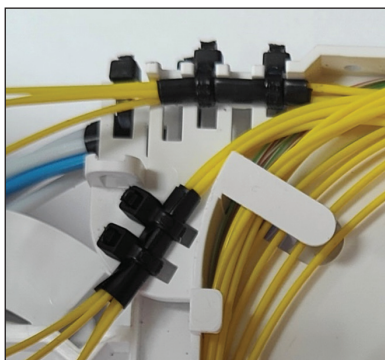

Рисунок 22
11.14 Обмотать каждый пучок абонентских ОВ 2-3 слоями ленты виниловой по нанесенным меткам крепления абонентских ОВ. Закрепить (без натяжения) пучки на вводе в кассету стяжками нейлоновыми (рисунок 22).